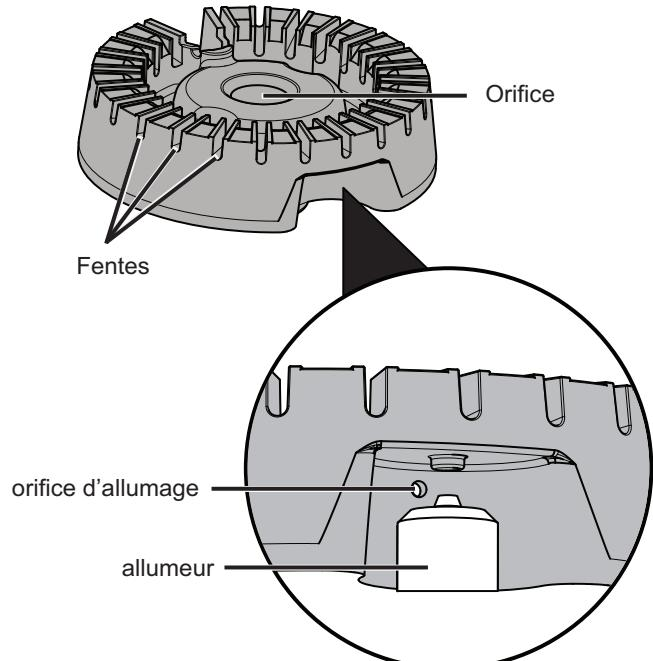

Figure 19 :Composants de brûleurs scellés
3. Utiliser une vieille brosse à dents pour nettoyer la tête de brûleur au complet (voir Figure 19).
4. Utiliser la brosse à dents pour nettoyer les fentes et les orifices du brûleur (voir Figure 19).
5. Nettoyer les orifices d'allumage à l'aide d'une aiguille ou d'un fil métallique de petit calibre (voir Figure 19).